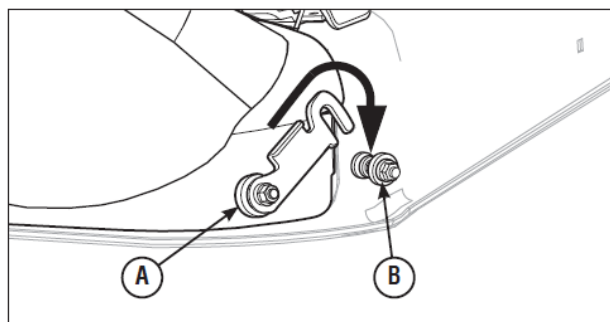

図 14
5. 掛け金（図 14 の A）を回して、モアデッキの取り付け金具 Assy（B）（組み立て-モア取り付け金具の取り付け-手順 2 で取り付け）の凹部にはめてください。